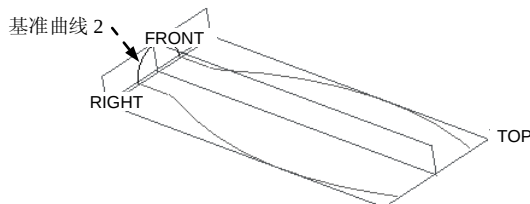
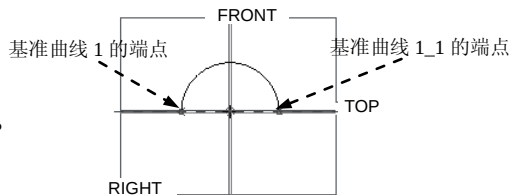

图 6.7.5 创建基准曲线 2
图 6.7.6 截面草图
(2) 选择 **Select (选取)** 命令，再选择前面创建的基准曲线 1，选择菜单管理器中的 **Done (完成)** 命令。
(3) 选择 **Plane (平面)** 命令，再选择 FRONT 基准平面为镜像中心平面，选择 **Done (完成)** 命令。
Step4. 创建图 6.7.5 所示的基准曲线 2。
(1) 单击“草绘基准曲线”按钮
(2) 定义草绘截面放置属性：设置 RIGHT 基准平面为草绘面；采用默认的草绘视图方向；TOP 基准平面为草绘平面的参照；方向为 **顶**；单击 **草绘** 按钮。
(3) 创建草绘图。接受默认草绘参照，再选取基准曲线 1 和基准曲线 1_1 的端点为草绘参照，然后绘制图 6.7.6 所示的截面草图，完成后单击按钮 **✓**（注意：圆弧的两个端点分别与基准曲线 1 和基准曲线 1_1 的端点对齐）。